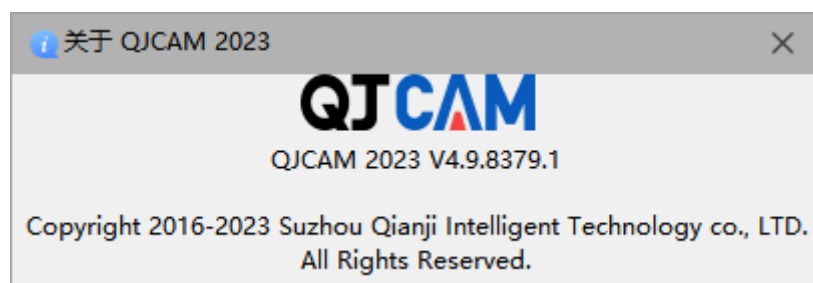

图 2-7 检查 QJCAM 版本
Step8. 检查 QJCAM 版本。双击桌面快捷方式 QJCAM，打开 QJCAM 主窗口，点击“文件→关于 QJCAM 2023”，弹出图 2-7 所示的对话框，对比 QJCAM 版本号检查安装过程是否成功。